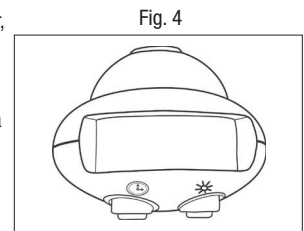

Fig. 4
1. Rotate both knobs on bottom of the sensor to "T" (test) (Fig. 4).
1. Gire la perilla, ubicada en la parte trasera del sensor, a la posición "T" (Test = Prueba) (Fig. 4).